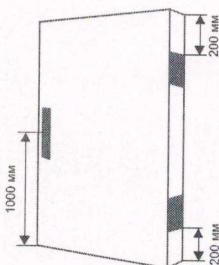

Рис. 10
5.3 Коробку дверную поместите в проем, расклинивте ее при помощи деревянных клиньев и распорок (рис. 10) так, чтобы коробка имела некоторую подвижность.